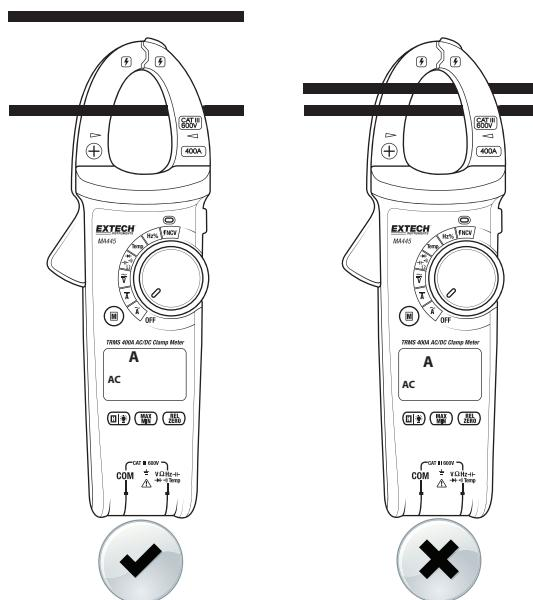

图 2 – 正确和不正确夹紧 ACA
4. 将钳口仅放在一个导体周围。关于正确与不正确夹紧的方式, 请参阅图 2。
4. 按下钳口触发器张开钳口。将钳口仅放在一个导体周围。关于正确与不正确夹紧的方式, 请参阅图 2 (前一章节)。